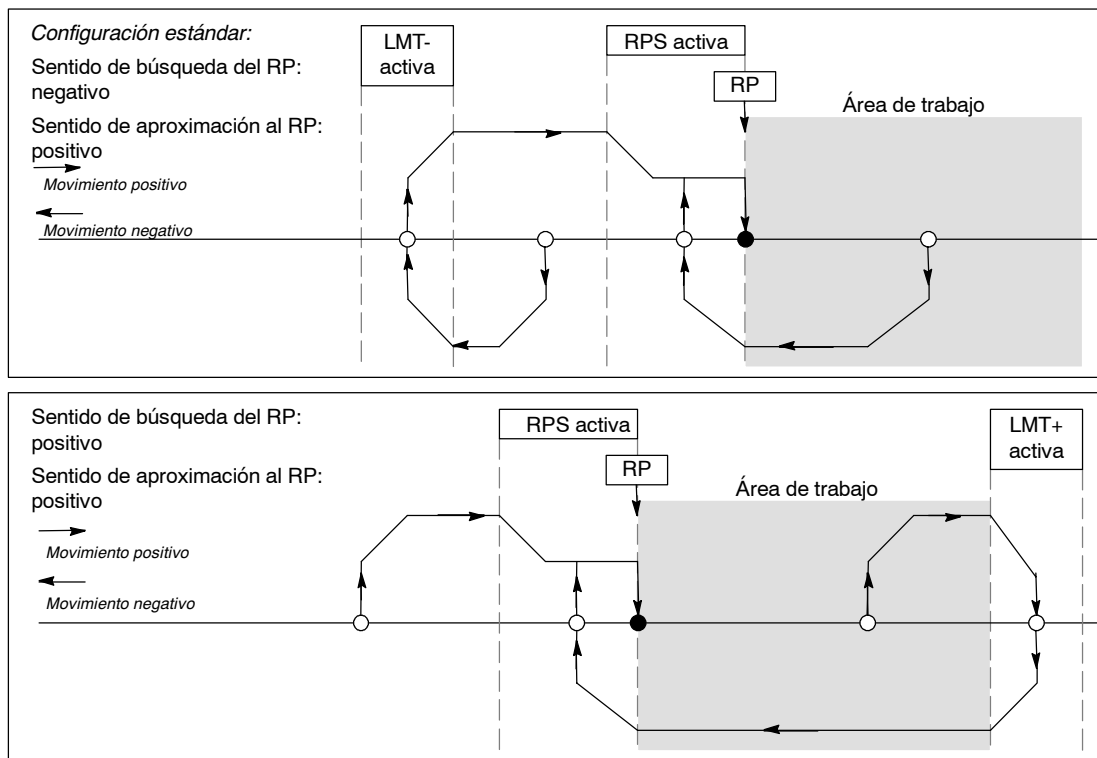

Figura 9-21 Modo 1 de búsqueda del RP
- ❑ La figura 9-21 muestra dos opciones del modo 1 de búsqueda del RP. En este modo, el RP es el punto donde se activa la entrada RPS en la aproximación desde el área de trabajo.